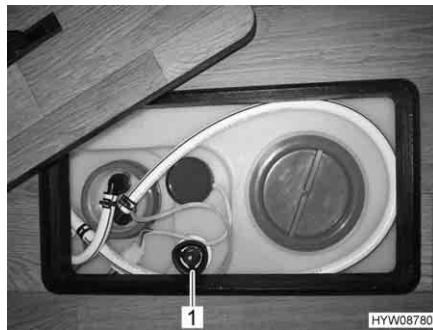

Fig. 162 Maniglia girevole (serbatoio dell'acqua)
- Sul serbatoio dell'acqua, ruotare la maniglia girevole (Fig. 162,1) in senso orario fino all'arresto.
- Sul serbatoio dell'acqua, ruotare la maniglia girevole (Fig. 162,1) in senso antiorario fino all'arresto. L'acqua fuoriesce fino a ca. 20 litri.
- Sul serbatoio dell'acqua ruotare la maniglia girevole (Fig. 162,1) in senso antiorario, oltre la resistenza verso l'esterno fino all'arresto, per aprire completamente l'apertura di scarico.